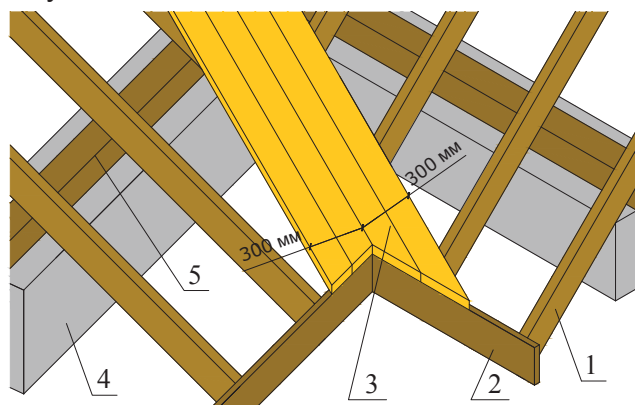

Рис. 1
4.1.2. Вдоль ендов устраивают опорный настил из доски толщиной 50 мм. Ширина настила не менее 300 мм в каждую сторону от оси ендовы (см. рис. 1). Доски настила опирают на стропильные балки.